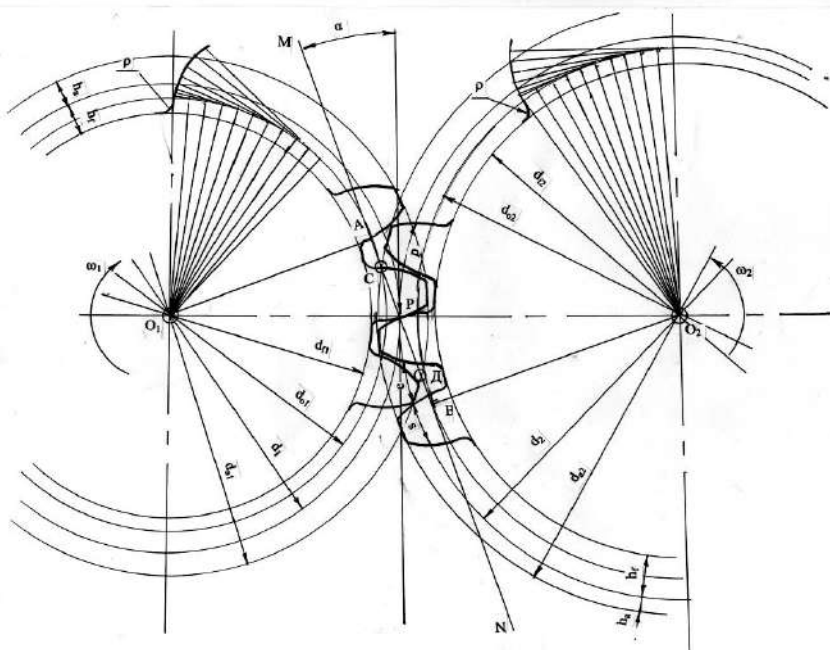

Рис. 4.6. Эвольвентное зацепление зубчатых колес
11. По делительным окружностям размечается шаг зацепления и откладывается толщина зубьев  $S$  и ширина впадины  $e$ . С помощью шаблона и лекала вычерчиваются профили  $3\dots 4$  зубьев каждого колеса (для каждого колеса необходимо изготовить свой шаблон зуба). Вычерчивание зубьев необходимо начинать от полюса, в котором должно быть касание двух зубьев (ведущего и ведомого колес). Другие зубья должны касаться друг друга только по линии зацепления (рис. 4.6).